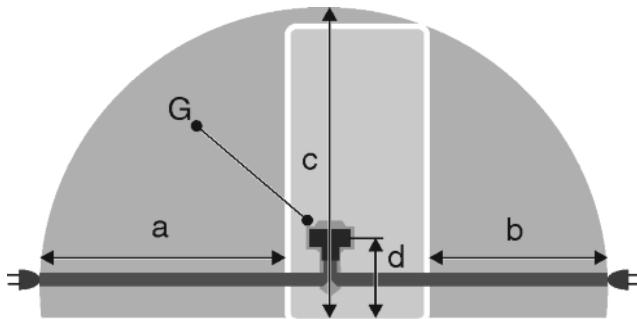

Fig. 24
- Zásuvka leží mimo oblast zadní stěny spotřebiče v dané oblasti Fig. 24 (a, b, c).
- Zástrčku spotřebiče Fig. 24 (G) zastrčte na zadní straně spotřebiče. Dávejte pozor na správné zaklesnutí.